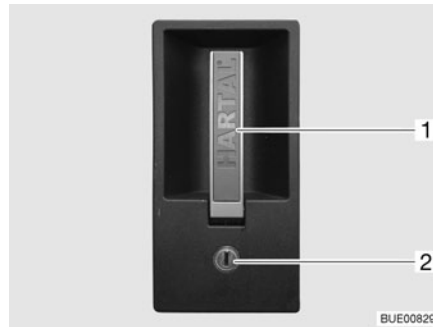

Fig. 30 Cerradura de la puerta de entrada, en el exterior
- Introducir la llave en el cilindro de cierre (Fig. 30,2) y girarla hasta que esté desbloqueada la cerradura de la puerta.
- Tirar del tirador de la puerta (Fig. 30,1). La puerta está abierta.
- Introducir la llave en el cilindro de cierre (Fig. 30,2) y girarla hasta que esté bloqueada la cerradura de la puerta.